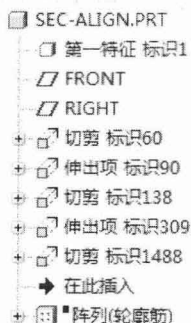

图 1-10 模型树
- (1) 【模型树】按顺序显示创建的特征，如图 1-10 所示。